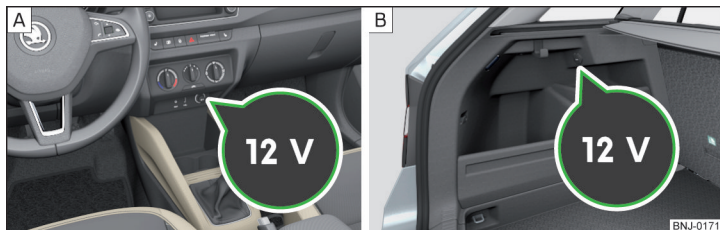

Fig. 73 Capacul prizei de 12 V: în partea centrală a planșei de bord/în port-bagaj
- Pentru **utilizare**, scoateți capacul prizei » fig. 73 - [A] sau deschideți capacul prizei » fig. 73 - [B].